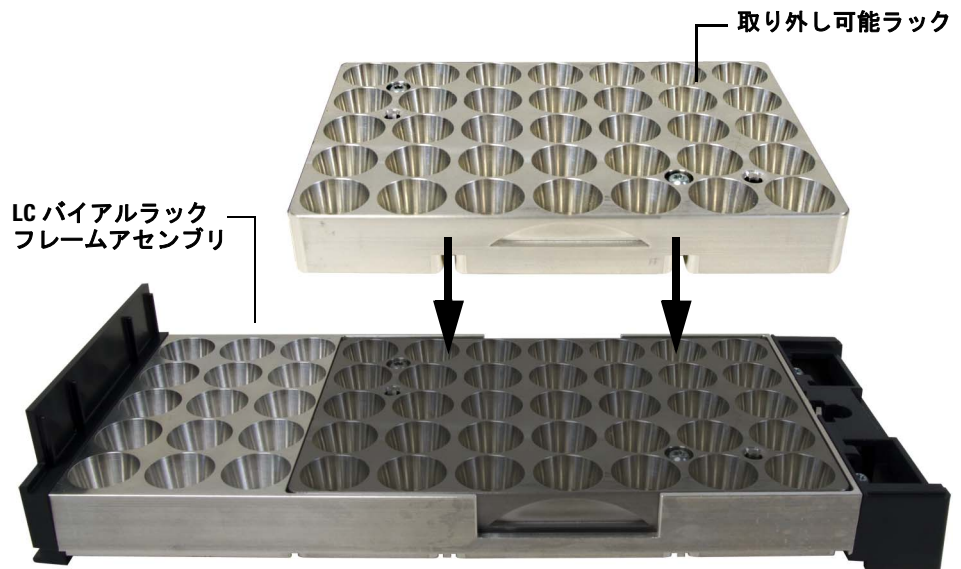

図 104 LC バイアルラック フレームアセンブリに取り付けられた取り外し可能ラック
- 2 図 104 で示されているように、カスタム LC ラックの取り外し可能部分を LC バイアルラック フレームアセンブリに取り付けます。カスタム LC ラックの取り外し可能部分は、1 方向にのみ取り付け可能です。